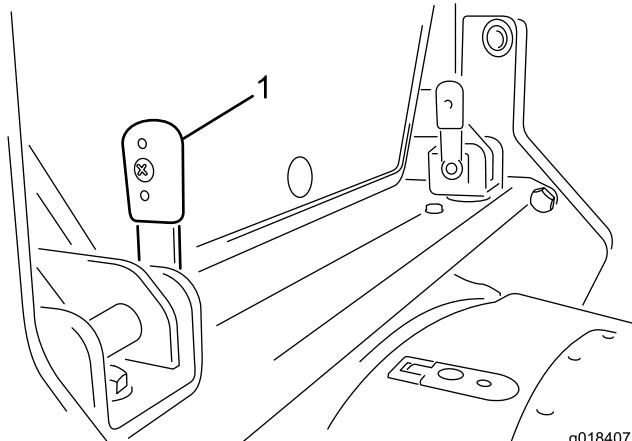

図 12
1. キャブの後部についているロッキングレバー2本を上向きにする図12。
3. 縦位置になっているレバー図 12を、ブラケットにセットする。